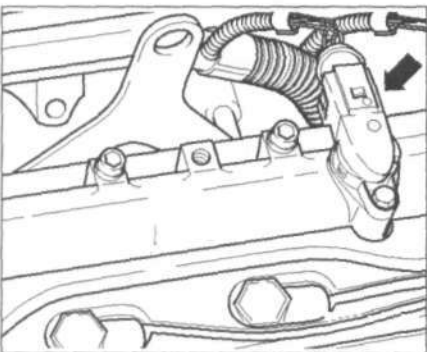

Рис. 3.44. Присоедините мультиметр с помощью проводов от V.A.G 1594 к наружным контактам разъемам проводки.
2. Присоедините мультиметр с помощью проводов от V.A.G 1594 к наружным контактам разъемам проводки (рис. 3.44).